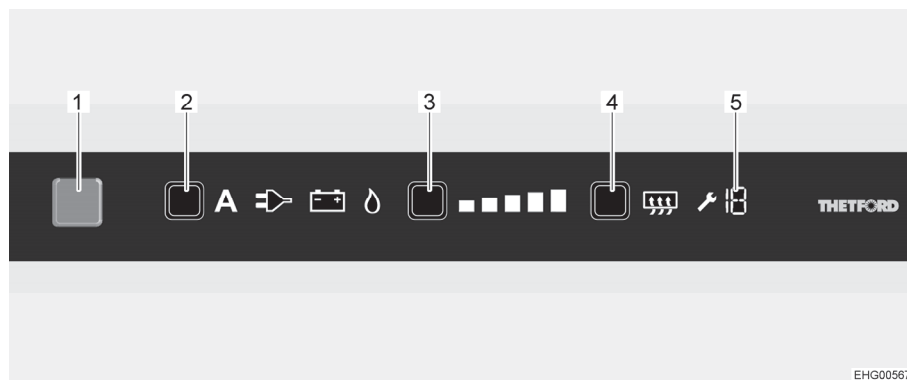

Fig. 185 Pantalla táctil LCD
- Presionar la tecla On/Off (Fig. 185,1) por 1 segundo. La tecla se ilumina de color azul. Se mostrará el ajuste seleccionado.
- Pulsar la tecla de selección de energía (Fig. 185,2) repetidamente hasta que esté seleccionada la fuente de energía deseada.
- Pulsar la tecla de niveles de refrigeración (Fig. 185,3) repetidamente hasta que esté seleccionado el nivel de refrigeración deseado. El nivel de refrigeración actual se visualizará a través de las barras luminosas.
- Pulsar la tecla On/Off (Fig. 185,1) por aprox. 2 segundos. Se apagarán todos las lámparas. El frigorífico está desconectado.